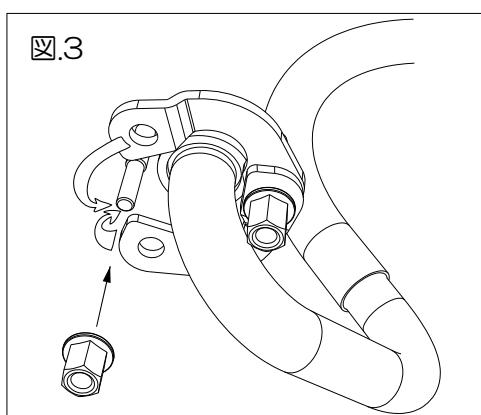

図.3
- ・EX フランジ（⑤）の向きを確認してエンジンに取り付け、片側だけ軽く EX フランジナット（STD）を掛けて開いた状態にします。（図 3 を参照）
- ・フロントパイプ COMP（①）を車体へ取り付け、EX フランジを閉じて EX フランジナットを仮組します。（図 3、4 を参照）